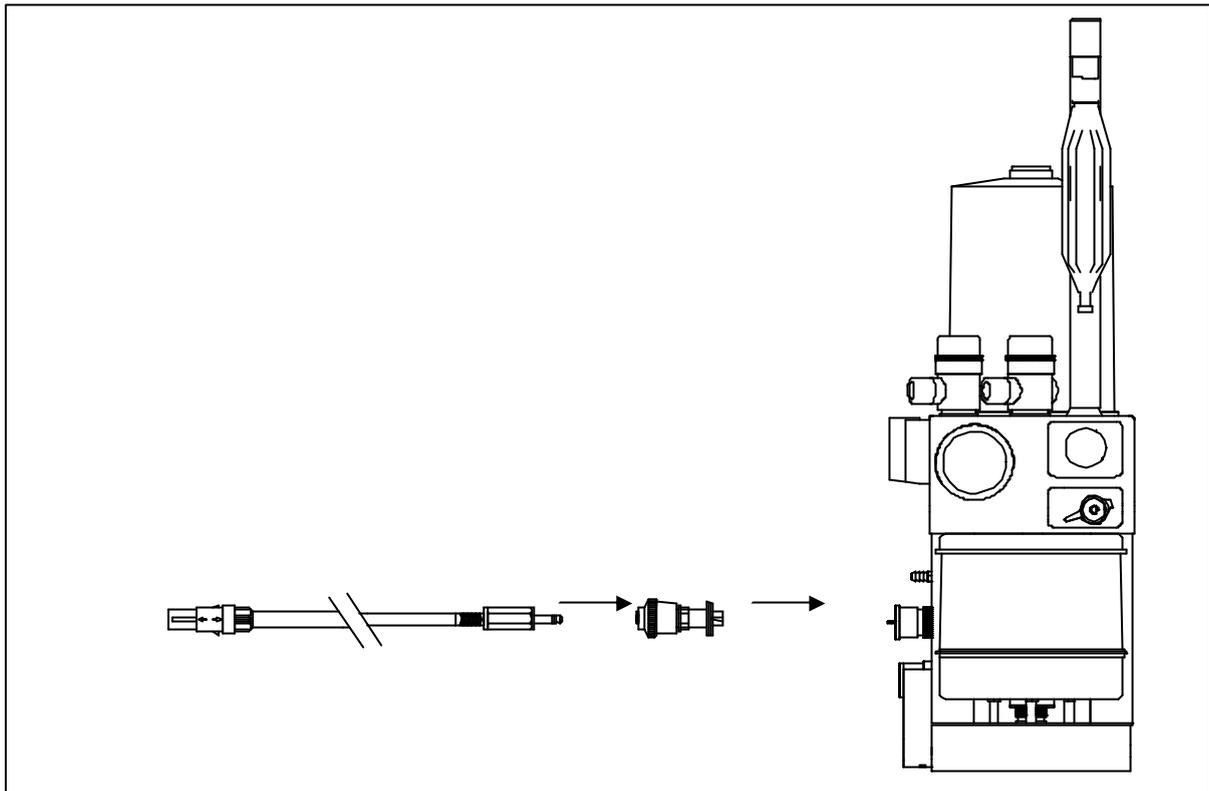

Figura 7.10: Conexão do Sensor de O2 ao SIVA®
3. Caso seja utilizado um analisador de O2 com o Ventilador, acoplar o seu sensor à respectiva conexão localizada na lateral esquerda do SIVA® (Figura 7.10).